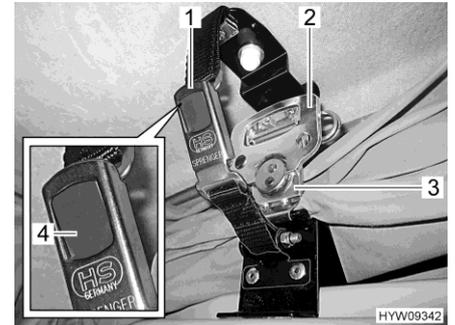

Fig. 26 Bloccaggio, tetto a soffietto anteriore (C 500)
- Aprire la serratura a scatto (Fig. 26,1) sui due lati. A tale scopo, premere il bottone a pressione grigio (Fig. 26,4).
- Aprire la maniglia (Fig. 26,2) della serratura rapida (Fig. 26,3) e ruotarla per metà giro in senso antiorario. In questo modo il bloccaggio viene sbloccato.